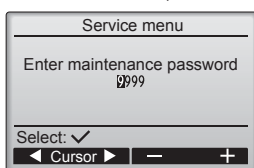

Fig. 6-2
- ① Selezionare "Service" (Servizio) da Menu princ, quindi premere il pulsante
- ② Selezionando il Menu di Servizio, viene visualizzata una finestra che invita a digitare la password. (Fig. 6-2)